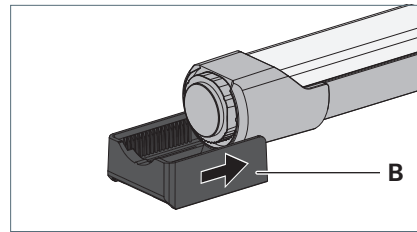

Fig. 2: Montage des supports.
- ▶ Placez le support **B** sur le cache latéral de façon à ce que l'ergot d'encliquetage du support soit situé dans la rainure du cache latéral et que le support s'enclenche dans le cache latéral, voir Fig. 2.